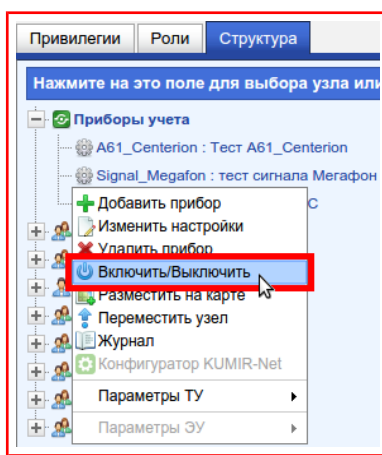

Рисунок 9.30 — Пункт «Включить/Выключить»
- 2) В появившемся меню выбрать пункт **«Включить/Выключить»**, рисунок 9.30;